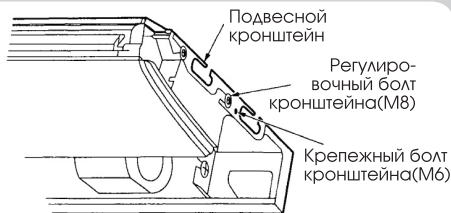

Рис. 5
8.6 Затяните оба регулировочных болта подвесного кронштейна (M8) (см. Рис. 5).
8.7 Затяните оба крепежных болта подвесного кронштейна (M6), для фиксации блока (см. Рис. 5).